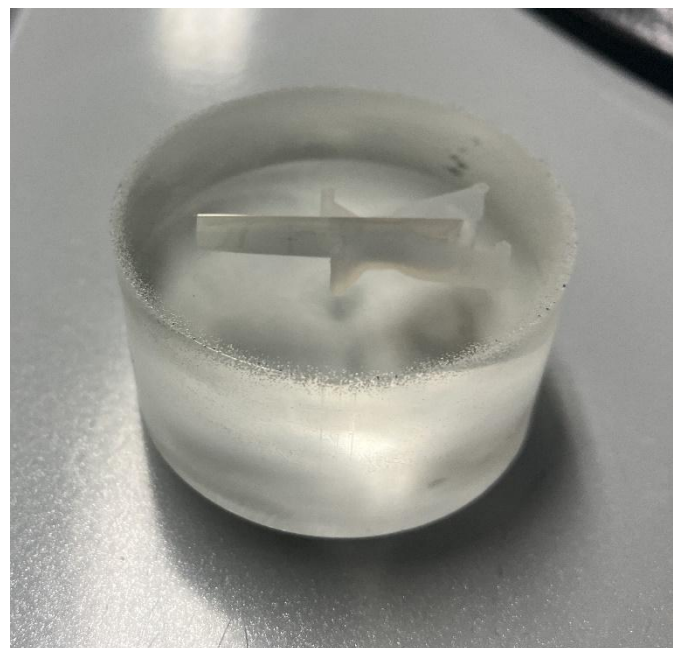

Abb. 2. Das Blech in der Kalteinbettform vor dem Kalteinbetten (links) und nach dem Einbetten (rechts).
2. Aufgrund der Dicke der Probe muss die Probe kalt eingebettet werden. Hierfür wurde das Kalteinbettmittel KEM 20 auf MMA-Basis verwendet. Die Spaltbildung war nach der Einbettung mit KEM 20 kaum vorhanden. Mithilfe eines Drucktopfes wird das Einbettmaterial transparent und wie in der Abbildung 2 zu sehen ist, bleibt die Zieloberfläche nach der Einbettung gut erkennbar.